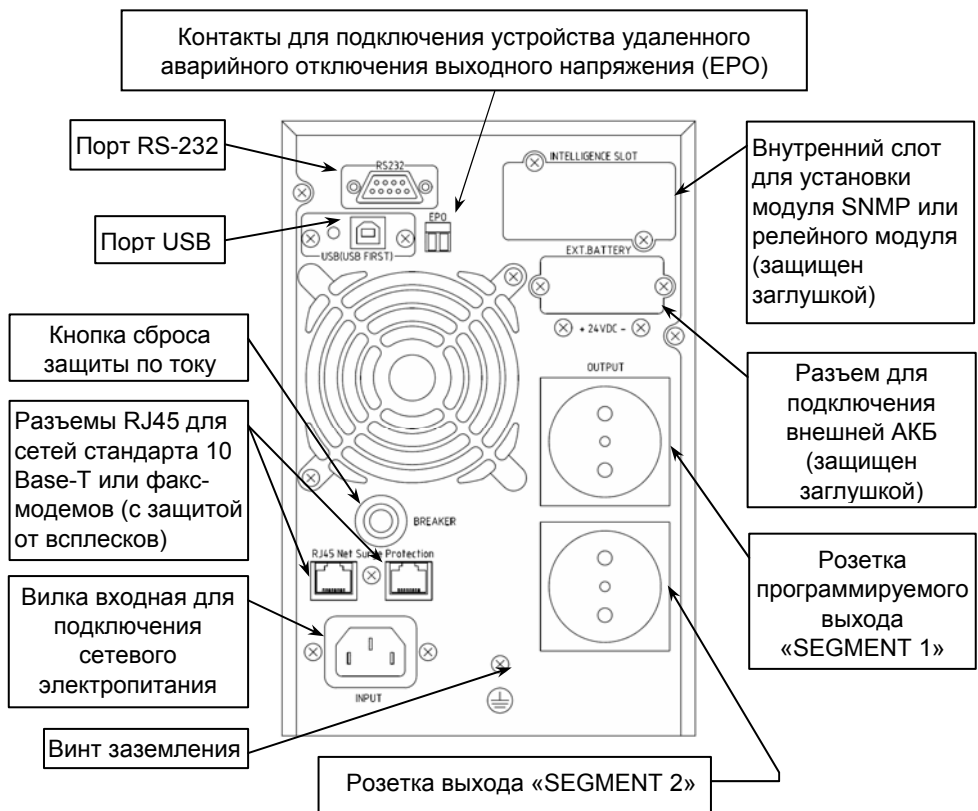

Рисунок 2 – общий вид задней панели изделия.
**На задней панели изделия** расположены: входной и выходные разъемы, разъем для подключения внешней аккумуляторной батареи, кнопка сброса срабатывания защиты по току (срабатывание защиты происходит при превышении уровня входного тока выше допустимого), вентилятор охлаждения и разъемы коммутационных портов (см. рисунок 2).
- Заземлить корпус изделия, используя винт заземления (см. рисунок 2).